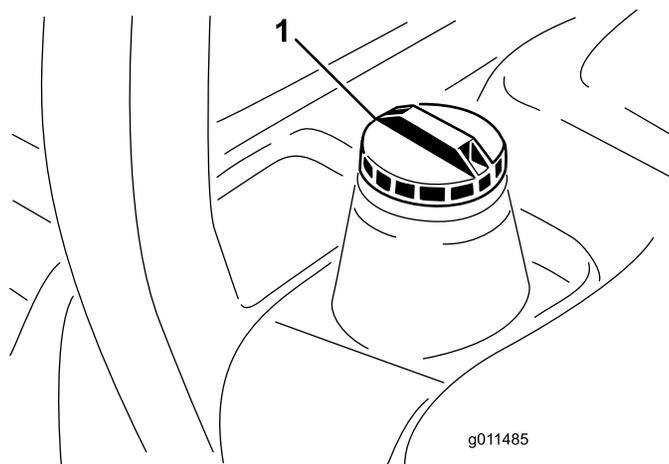

Bild 20
3. Nehmen Sie den Deckel vom Kraftstofftank ab (Bild 20).